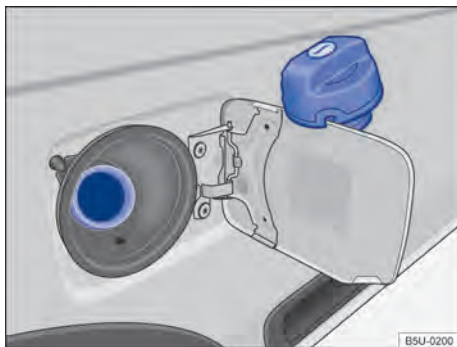

Fig. 125 Portezuela del depósito de combustible abierta con el tapón de cierre del depósito de combustible colgado.
- Gire la tapa del depósito de combustible en sentido antihorario y cuélguela encima de la portezuela del depósito de combustible → fig. 125.